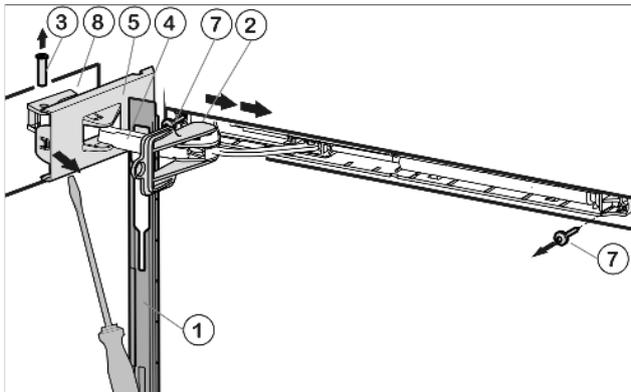

Fig. 5
- ▶ Сдвиньте накладку над амортизационной скобой Fig. 5 (4) в направлении устройства.
- ▶ Зафиксируйте предохранитель Fig. 5 (2) в продольном пазе.
- ▶ Отсоедините крышку со стороны шарнира Fig. 5 (5) с помощью отвёртки до первого фиксатора.
- ▶ палец Fig. 5 (3) Выдавите
- ▶ Нажмите амортизационную скобу Fig. 5 (4) в направлении дверцы.
- ▶ Полностью отсоедините и снимите крышку со стороны шарнира Fig. 5 (5).
- ▶ Снимите накладку Fig. 5 (1).
- ▶ Открутите узел амортизатора закрывания дверцы (2 шт. Torx 15) Fig. 5 (7).